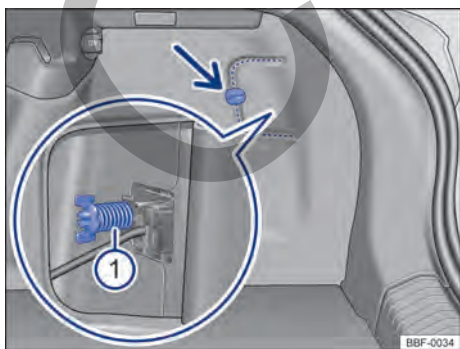
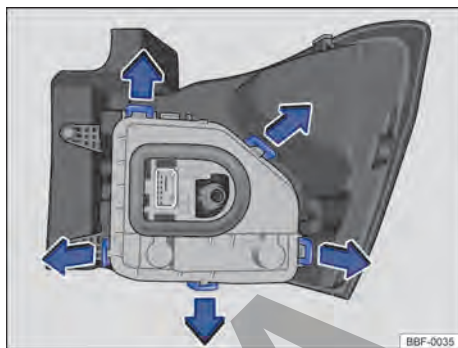

Fig. 130 En el maletero: desmontar la cubierta y retirar el tornillo mariposa ① (fragmento ampliado).
Fig. 131 Linterna trasera: desmontar el portalámparas.
- ① Observar la lista de control y ejecutar las acciones → pág. 169.
- ② Abrir la tapa trasera → pág. 69.
- ③ Para abrir la cubierta de la linterna, girar la traba → fig. 130 (flecha).
- ④ Abrir la cubierta junto con la traba hacia el costado.
- ⑤ Aflojar el tornillo mariposa ① (fragmento ampliado) y retirarlo, sosteniendo, al mismo tiempo, la linterna trasera.
- ⑥ Tirar con cuidado de la linterna trasera hacia afuera, para desencajarla de la carrocería → ①.
- ⑦ Desencajar el conector de alimentación de las lámparas de la linterna, para remover totalmente la linterna.
- ⑧ Colocar la linterna trasera sobre una superficie limpia y lisa.
- ⑨ Para desbloquear el soporte de las lámparas, presionar cada lengüeta de bloqueo → fig. 131 en el sentido de las flechas.
- ⑩ Desmonte el portalámparas con cuidado.
- ⑪ Para retirar las bombillas quemadas presione la bombilla contra el alojamiento y gírela en sentido antihorario.
- ⑫ Cambiar la bombilla quemada por una bombilla nueva del mismo modelo.
- ⑬ Para insertar las lámparas nuevas en el portalámparas, introduzca la nueva lámpara en el alojamiento correspondiente. Presione la bombilla y gírela en sentido horario hasta el tope.
- 15 Instalar el soporte de las lámparas en la linterna trasera. Las lengüetas de bloqueo → fig. 131 deben encajar de forma audible.
- 18 Sostener la linterna trasera en la posición de montaje con una de las manos y atornillar con la otra el tornillo mariposa → fig. 130 ①.